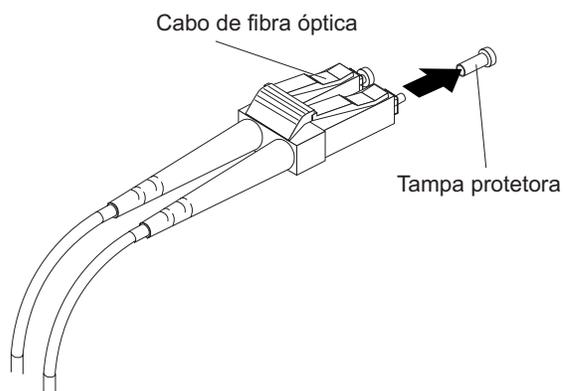

Figura 21. Removendo as Tampas Protetoras do Cabo de Fibra Ótica
3. Remova as duas tampas protetoras de uma extremidade do cabo LC-LC, conforme mostrado na Figura 21 na página 39. Guarde a tampa protetora para